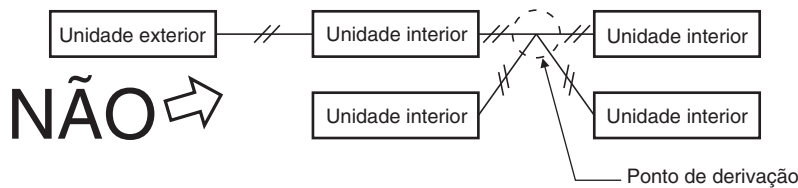

Fig. 4-4
- Não realize a instalação eléctrica de controlo entre unidades na forma de derivação em estrela. A instalação eléctrica de derivação em estrela causa uma definição errada do endereço. (Fig. 4-4)